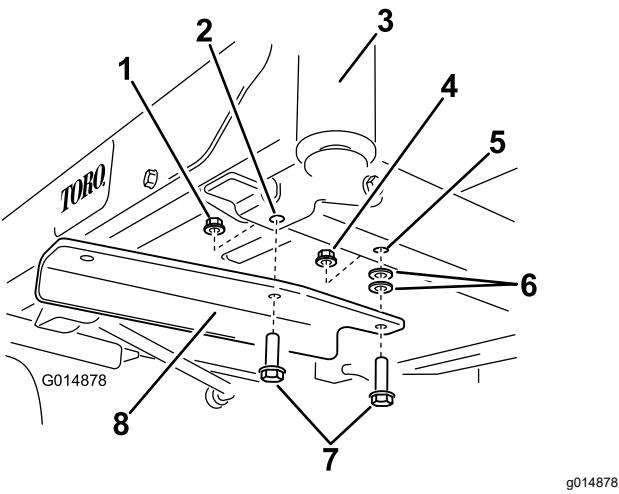

Figura 5
4. Instale el soporte izquierdo en la parte inferior del bastidor usando 2 pernos ($\frac{3}{8}$ " x 1 $\frac{1}{4}$ "), 2 arandelas y 2 contratuerca ($\frac{3}{8}$ "") (Figura 5).